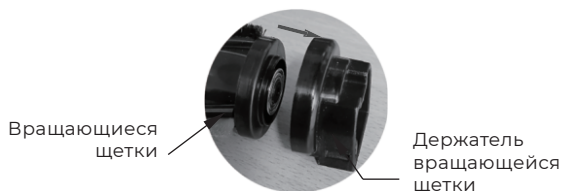

Рисунок 2
3. При разборке ручки щетки возьмитесь за ручку и потяните ее в направлении, указанном стрелкой. [Рисунок 2]